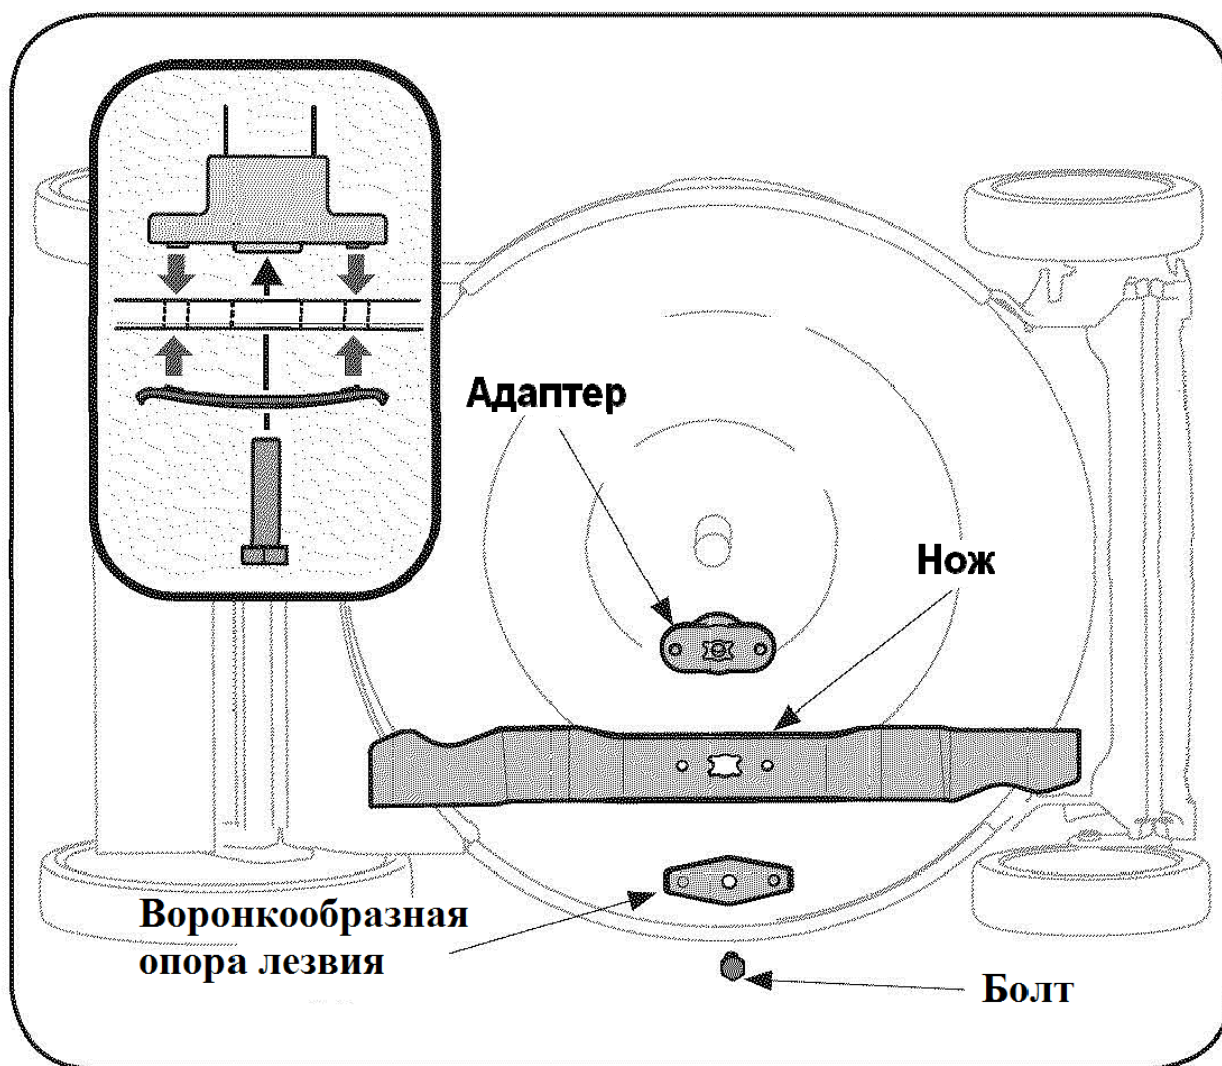

РИС. 19
10. Отверните болт и воронкообразную опору лезвия, используемую для крепления лезвия и адаптера на коленчатом вале двигателя (см. Рис. 19).
13. Нанесите жидкую смазку на коленчатый вал двигателя и внутреннюю поверхность адаптера. Установите адаптер на коленчатый вал. Расположите нож на переходнике таким образом, чтобы сторона с маркировкой «Bottom (низ)» (или с номером детали) была направлена в сторону грунта, если газонокосилка находится в рабочем положении. Убедитесь в том, что нож выровнен надлежащим образом и установлен на фланцах адаптера (см. дополнительную небольшую иллюстрацию на Рис. 19).